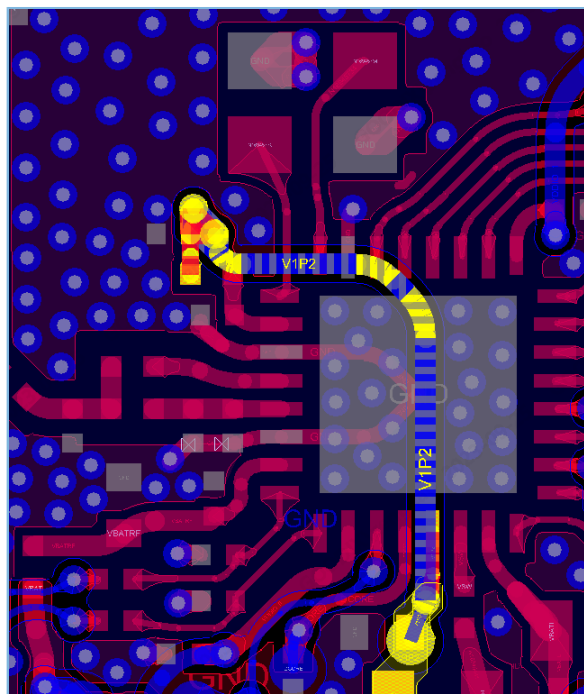

图 3-17 RF输入电源参考布局和走线
- 从VREG网络到VDD_RF 引脚的走线，需注意避免穿过RF走线参考层，而建议直接从芯片EPAD投影区域穿过，如图 3-17所示。